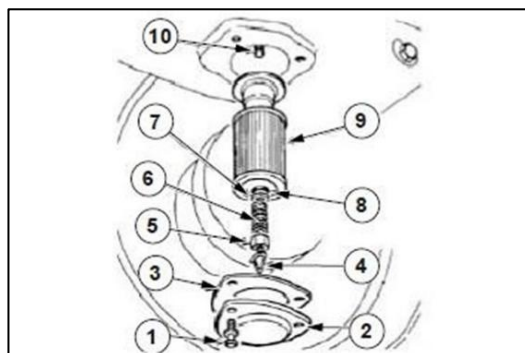

Fig. 285 : VUE ÉCLATÉE DU FILTRE D'ASPIRATION
1. Retirer les vis de fixation (élément 1, figure 285) du couvercle inférieur ;
2. Retirer le couvercle inférieur (élément 2, figure 285) ;
3. Déposer le joint plat (élément 3, figure 285) et le mettre au rebut ;
4. Retirer le clip de maintien (élément 4, figure 285) ;
5. Retirer l'écrou (élément 5, figure 285) ;
6. Retirer le ressort (élément 6, figure 285) ;
7. Retirer enfin le filtre d'aspiration complet (élément 9, figure 285).